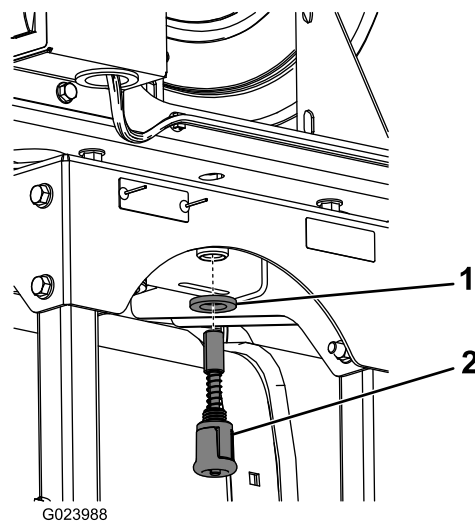

Figure 8
- Montez la grande rondelle et la goupille élastique sur la face inférieure du cadre du dévidoir (Figure 8).